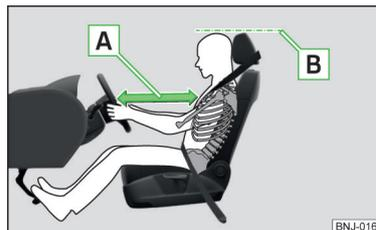

Fig. 1
- ✓ Ajustez le volant de façon que la distance **A** entre le volant et le buste soit de 25 cm au moins » fig. 1. Réglage du volant » page 10, *Réglage de la position du volant.*
- ✓ Réglez l'appuie-tête de façon à ce que le bord supérieur de l'appuie-tête se trouve le plus possible à la hauteur de la partie supérieure de votre tête ¹⁾ **B** » fig. 1.
- ✓ Réglez l'appuie-tête de façon à ce que le bord supérieur de l'appuie-tête se trouve le plus possible à la hauteur de la partie supérieure de votre tête ¹⁾  » *fig. 1 à la page 9.*
- ✓ Réglez l'appuie-tête de façon à ce que le bord supérieur de l'appuie-tête se trouve le plus possible à la hauteur de la partie supérieure de la tête  » *fig. 1 à la page 9.*